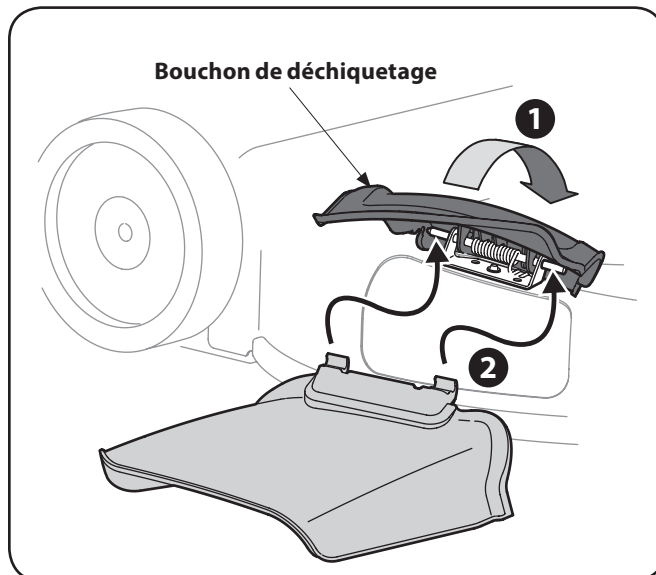

Figure 3-9
1. Soulevez le bouchon de déchetage qui se trouve sur le côté de la tondeuse. Voir Figure 3-9.